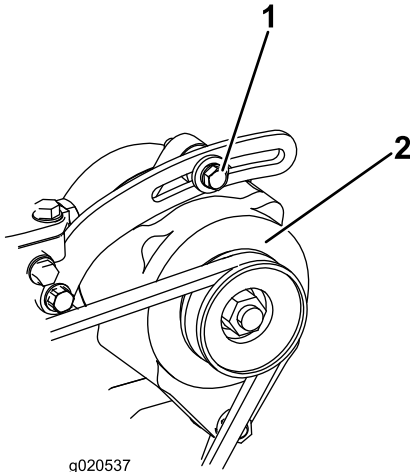

Bild 74
2. Lockern Sie bei einer Durchbiegung von mehr oder weniger als 10 mm die Befestigungsschrauben der Lichtmaschine (Bild 74). Erhöhen oder reduzieren Sie die Spannung des Lichtmaschinen-Treibriemens und ziehen Sie die Schrauben wieder fest. Prüfen Sie die Riemenspannung noch einmal auf korrekte Einstellung.